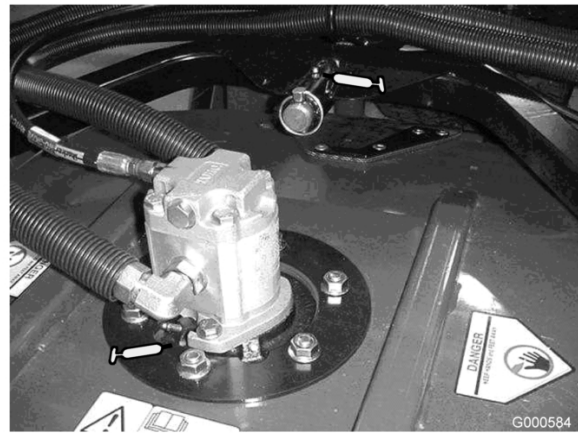

Bild 25
- Spindelwellenlager des Mähwerks (1 pro Mähwerk) (Bild 25)
- Trägerrahmenarmbüchsen des Mähwerks (1 pro Mähwerk) (Bild 25)